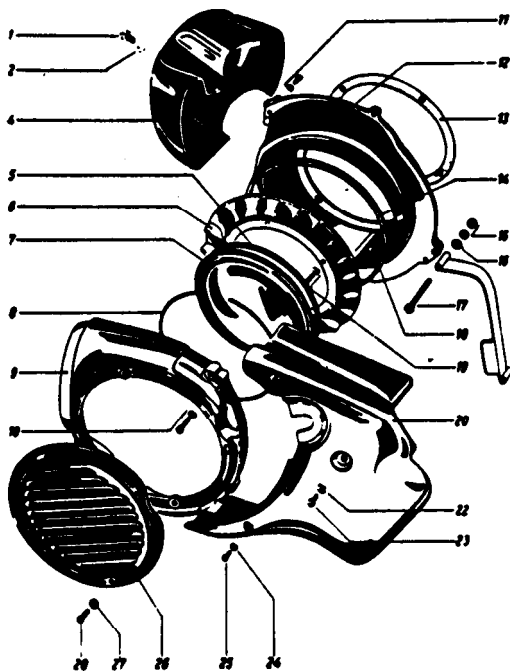

Fig. 2. Demonteren turbokoeling
Drie schroeven losdraaien en de plaat verwijderen.. (fig. 2/20)
- 1 Windgeleide kap (fig. 2/4) verwijderen door de twee schroefbouten (fig. 2/1) bovenop te draaien.
- 2 Raster verwijderen (fig. 2/26), schroefjes blijven d.m.v. borgplaatjes aan het raster hangen (fig. 2/27,28)
- 3 Turbohuis (afb. 2/9) afnemen door één of twee schroefjes aan de achterzijde ter hoogte van de cylindervoet (afb. 2/11) en twee schroefjes aan de voorzijde, (fig. 2/10) los te draaien.
- 4 Afdekplaat vliegwiel (fig. 2/7) wegnemen door de borgveer (fig. 2/8) uit de uitsparingen van het schoepenwiel te nemen. De veer met de andere hand tegen houden, aangezien deze anders weg springt en door de werkplaats suist. Denk aan de o en van u en uw collega's ! Eventueel aanwezige rubberring (fig. 2/ 5) verwijderen, die tussen het deksel (fig. 2/7) en schoepenrad (fig. 2/6) ligt.
- 6 Grondplaat van de turbokoeling (fig. 2/12) weg nemen door de vier schroefbouten (fig. 2/18) los te draaien, die naast de grondplaat van de ontsteking zijn ge laatst. Ook de bout van de kettingvangbeugel verwijderen (fig. 2/ 17). Let op de pakking (fig. 2/13) en de twee rubbers t .h.v. de cylindervoet op de carterbouten.